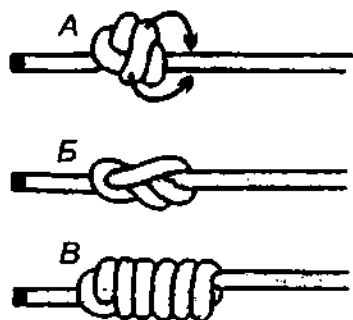

Рис. 93. А – стивидорный узел первой формы – францисканский узел; Б – стивидорный узел второй формы; В – францисканский узел со шлагами.
*Стивидорный узел* со шлагами, как и *кровавый узел*, имеет две формы: когда шлагаи ложатся от петли в сторону коренного конца, и, когда шлагаи ложатся от коренного конца в сторону петли (рис. 93 А, Б). Вторая форма стивидорного узла имеет своё собственное название – *францисканский узел* (рис. 93 В). Один узел легко можно превратить в другой, сдвигая шлагаи, как у *кровавого узла*.